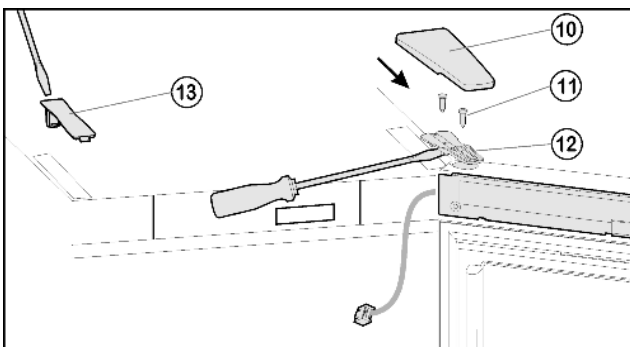
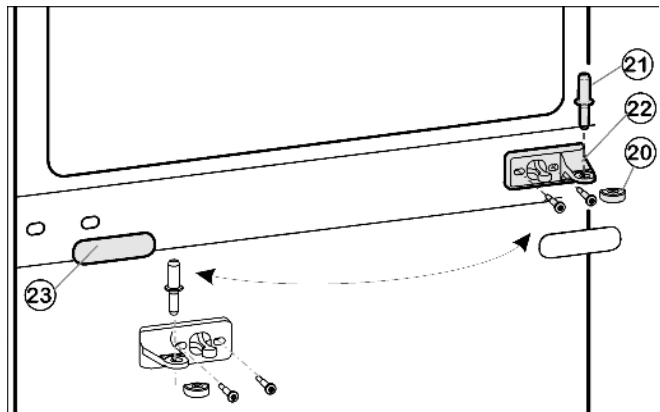
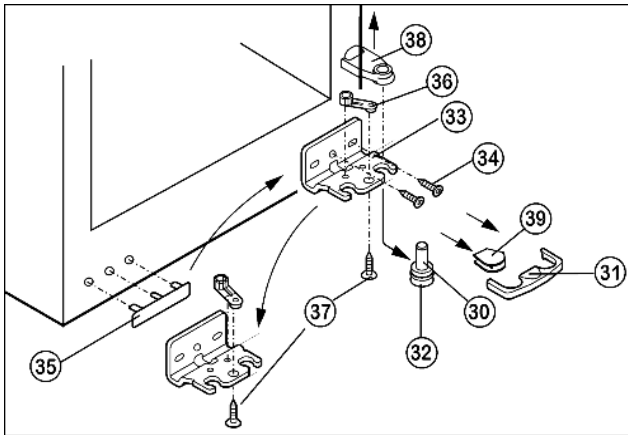

Fig. 5
Fig. 6
Fig. 7
- ▶ Вытяните крышку Fig. 5 (10) вперед и снимите крышку Fig. 5 (11).
- ▶ Отпустите винты Fig. 5 (12).
- ▶ Снимите дверцу вместе с опорным кронштейном Fig. 5 (12) и кабелем вверх. Для снятия, возможно, понадобится осторожно подцепить опорный кронштейн снизу шлицевой отвёрткой.
- ▶ Вытащите из опорного кронштейна и нижней дверцы средний опорный палец Fig. 6 (21).
- ▶ Пластмассовый колпачок Fig. 6 (20) снимите.
- ▶ Снимите средний опорный кронштейн Fig. 6 (22).
- ▶ Осторожно снимите накладку Fig. 6 (23).
- ▶ Открутите средний опорный кронштейн Fig. 6 (22) и прикрутите его с поворотом на 180° на новую сторону шарнира.
- ▶ Снова защелкните накладку Fig. 6 (23) на стороне, где теперь будет ручка.
- ▶ Нижнюю крышку Fig. 7 (31) снимите движением вперед.
- ▶ Нижнюю крышку Fig. 7 (39) снимите.\*
- ▶ Снимите крышку Fig. 7 (38) вверх.\*
- ▶ Полностью вверните регулируемую опору Fig. 7 (32).
- ▶ Вытяните опорный палец Fig. 7 (32) вниз и вперед. При этом следите за гнездом шарнира Fig. 7 (30).
- ▶ Открутите опорный кронштейн Fig. 7 (33) (2 шт. Torx 25) Fig. 7 (34).
- ▶ Открутите опорную деталь Fig. 7 (36) (1 Torx 25) Fig. 7 (37) и, переставив в отверстие на противоположной стороне опорного кронштейна, снова прикрутите.
- ▶ Осторожно приподнимите и переставьте крышку Fig. 7 (35) со стороны ручки.
- ▶ Снова прикрутите опорный кронштейн Fig. 7 (33) на новой стороне шарнира, при необходимости с помощью аккумуляторного шуруповерта через внешний продольный паз и круглое отверстие.
- ▶ Снова слегка наклоните устройство назад и переставьте опорный палец Fig. 7 (32).
- ▶ Установите дверь сверху на опорный палец Fig. 7 (32).
- ▶ Вставьте средний опорный палец Fig. 6 (21) через средний опорный кронштейн Fig. 6 (22) в нижнюю дверцу.
- ▶ Установите пластмассовый колпачок Fig. 6 (20).
► Установите верхнюю дверцу на средний опорный палец *Fig. 6 (21)*, закройте дверцу и установите верхний опорный кронштейн *Fig. 5 (12)* так, чтобы он защелкнулся в верхней стороне устройства.
► Прикрутите опорный кронштейн *Fig. 5 (12)*. При необходимости просверлите отверстия или используйте аккумуляторную отвертку.
► Защёлкните крышку *Fig. 5 (10)* и крышку *Fig. 5 (13)*.
► При необходимости выровняйте дверцы через два продольных паза в нижнем опорном кронштейне *Fig. 7 (33)* и среднем опорном кронштейне *Fig. 6 (22)* параллельно корпусу устройства, затем затяните винты.
► Снова защелкните крышку *Fig. 7 (31)* на опорном кронштейне снизу.